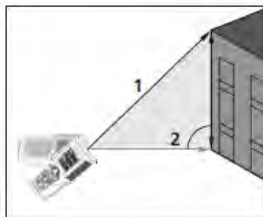

Abb. 7: Indirekte Messung mit 2 Punkten
3. Stellen Sie das Gerät in die höchste Stellung (1) für die Messung (siehe Abb. 7) und drücken Sie die  Taste. Das Ergebnis erscheint auf dem ersten Teildisplay. Das Symbol "" erscheint auf dem Display mit blinkender Seite "2"
- waagrecht wie möglich (2) für die Messung (siehe Abb. 7) und drücken Sie die  Taste. Das Ergebnis erscheint auf dem zweiten Teildisplay
- Der Endwert des Ergebnisses (als $\sqrt{(1)^2 - (2)^2}$ erhalten) wird im Ergebnisdisplay angezeigt